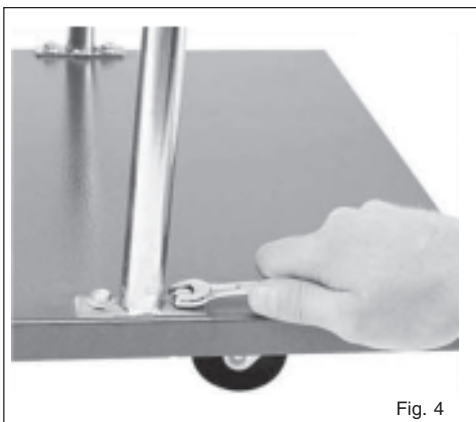

Fig. 4
3. Fijar los dos tambores en la salida de los conductos con las dos correspondientes guarniciones (**Fig. 4**) y conectar a la base las astas de soporte (**Fig. 5**).